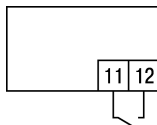

**Рисунок 6.5 – Схема подключения трансформатора**
6.3.4.2 Линия питания подсоединяется к клеммам 1 и 2 через трансформатор, см. рисунок 6.5. Следует внимательно подсоединять входные сетевые кабели к клеммнику прибора (питание подключается к клеммам 1 и 2): при случайной подаче сетевого напряжения на измерительный вход, прибор может выйти из строя.